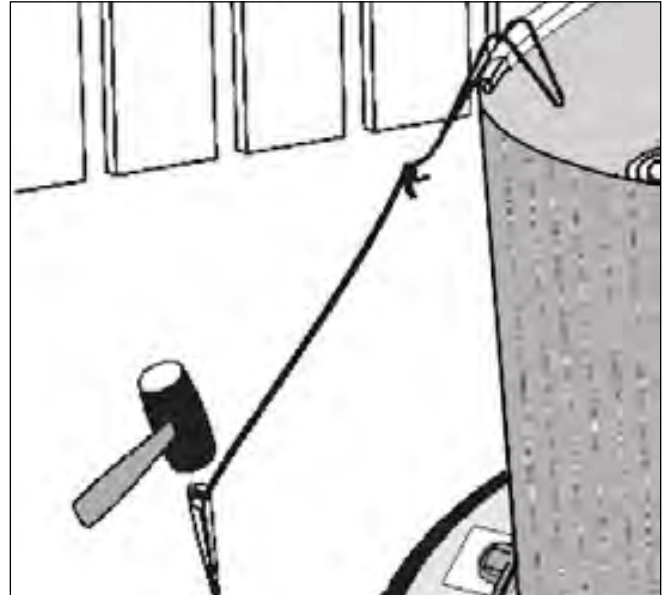

Abb. 21
- Wir empfehlen auch, mit Vinyl überzogene Haken und Seil zu verwenden, um die Wand stabil zu halten. Im Idealfall sollte die Hilfe mehrerer Personen herangezogen werden, um die Wand an Ort und Stelle zu halten. Um das Fundament herum arbeiten, bis die gesamte Beckenwand in die Bodenschiene abgerollt ist. (Abb. 21)